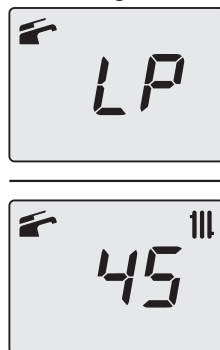

Figura 9.23
- Scorrere i vari parametri utilizzando i tasti 14 (indietro) o 16 (avanti) fino a far apparire sul display LCD le lettere **LP** che si alternano con il valore di temperatura dell'acqua di riscaldamento (es.45), indicanti l'entrata nell'attivazione della "funzione spazzacamino" alla potenza minima in sanitario (Figura 9.23).